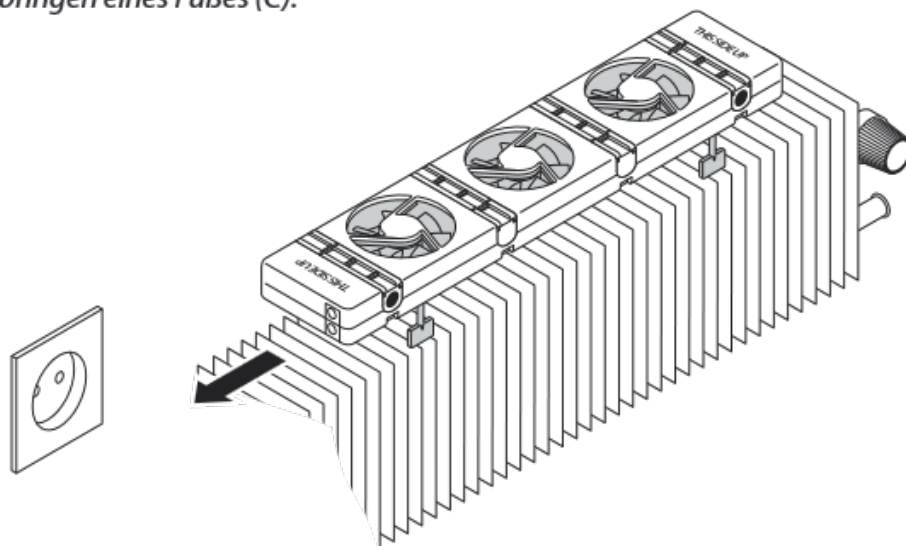

Abb. 9 - Position des **SpeedComfort (A)** auf dem Konvektor.
1. Befestigen Sie die **Füße (C)**, indem Sie sie in die **Schlitze (2)** des **SpeedComfort (A)** drücken.
2. Stellen Sie sicher, dass der **SpeedComfort (A)** nach oben weist und dass die **Anschlussbuchsen (1)** in Richtung der Steckdose weisen (siehe Abb. 9).
3. Platzieren Sie den **SpeedComfort (A)** oben auf den Konvektor und lassen Sie zwischen den Konvektorseiten und dem **SpeedComfort (A)** Platz, um die Geräuscentwicklung zu reduzieren (siehe Abb. 9). Der SpeedComfort kann auch auf dem Boden unterhalb des Konvektors platziert werden, wenn der Platz dafür ausreicht.
4. Ist der Konvektorblock aus magnetischem Material gefertigt, kann der **Temperaturfühler (E)** mit seinen Magneten einfach hierauf positioniert werden. Der Temperaturfühler kann für eine gute Wärmeübertragung auch zwischen zwei Platten des Konvektorblocks geklemmt werden. Der Fühler kann mit dem mitgelieferten Klettband an einem Kupferrohr oder an einer anderen nicht magnetischen Stelle befestigt werden.